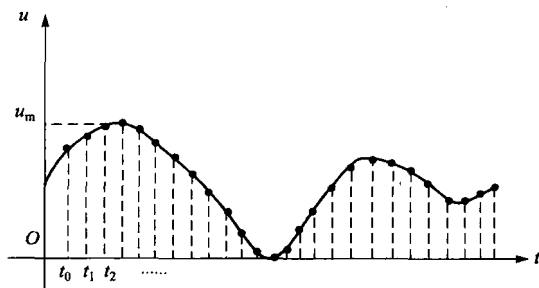

图 0.5 图像采样过程
a. 声图记录的过程。设图像信息如图 0.5 所示,先对图像信号进行采样,若采样频率 $f=44.1\text{ kHz}$,通过采样,就得到了一系列的像素点。又设图像信号的最大值为 U_m ,并用一组 8 位二进制数 11111111 表示;最小值 0 V 用 00000000 表示,因图像信号的任意一个像素点都介于 $0 \sim U_m$ 之间,故任意一个像素点都可以用介于 00000000 ~ 11111111 之间的一组 8 位二进制代码表示,这一由模拟量转化为数字量的过程叫模/数(A/D)转换。